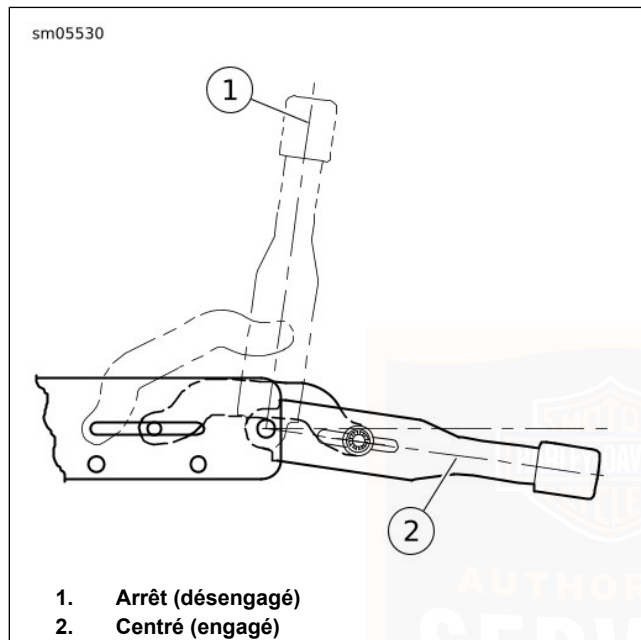

Figure 55. Positions du frein de stationnement
5. Voir Figure 55. Les freins arrière doivent se maintenir fermement et la moto ne doit pas bouger. Vérifier la position du levier de frein de stationnement (doit être en position centrale). Voir la section RÉGLAGE pour ajuster le frein de stationnement selon les besoins.
1. Voir Figure 55. Avec la moto sur une surface de niveau, déplacer le levier de frein de stationnement en position arrêt (OFF).